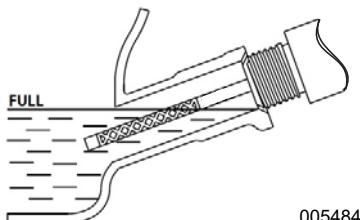

Figure 2-10. Plage de fonctionnement sûr
5. Pour vérifier le niveau d'huile, retirez l'entonnoir et insérez la jauge dans le goulot de remplissage d'huile. Voir Figure 2-10.